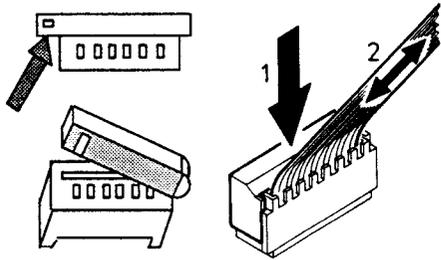

Abb. 6 Fig. 6 Abb. 6a Fig. 6a
- 4.2 Stecker (LS1, LS2, LS3 und LS4) ziehen, siehe auch Abb. 6; die Kennfarbe der Bandkabel ist mit o gekennzeichnet
- 4.2 Pull off the plug (LS1, LS2, LS3 and LS4), see fig. 6; the color-marker of the band cable = o